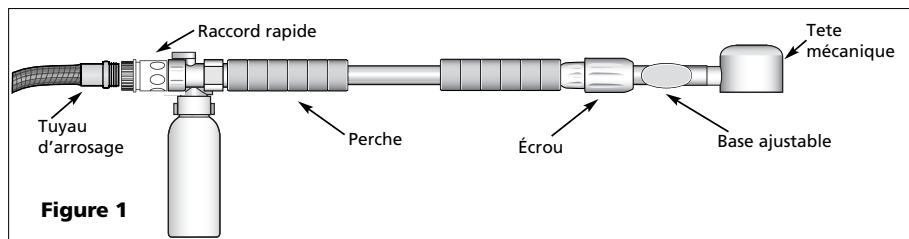

Figure 1
Raccordement de tuyau : Vissez le raccord rapide sur le tuyau de jardinage standard (figure 1).
1. La perche télescopique pour une portée plus longue. Desserrez l'écrou (figure 1), ajustez la perche à la longueur désirée, resserrez l'écrou.